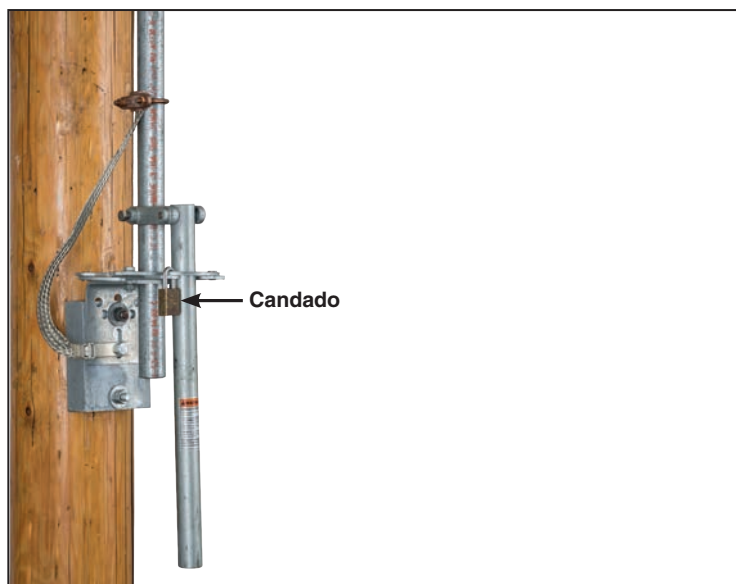

Figura 47. Remueva el candado(s).
**PASO 41.** Quite el candado(s) de las aldabas del ensamble de la palanca de operación. Ver Figura 47.